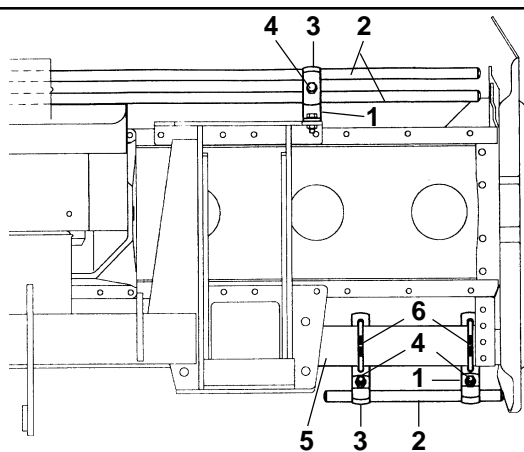

Fig. 4
- Il gruppo delle protezioni, composto dall'attacco (1 Fig. 4) che fa da fermo per i tubi (2 Fig. 4) bloccati dalla staffa (3 Fig. 4) e dalle viti (4 Fig. 4), è fissato al tubo quadro anteriore (5 Fig. 4) mediante i cavallotti (6 Fig. 4), e va posizionato uno a destra e uno a sinistra il più esternamente possibili.
- The protection unit, consisting of the coupling (1 Fig. 4) that acts as a clamp for the pipes (2 Fig. 4) locked by the bracket (3 Fig. 4) and by the screws (4 Fig. 4), is fixed to the square front pipe (5 Fig. 4) by the U-bolts (6 Fig. 4) and should be positioned as far outwards as possible, one on the right and the other on the left.
- Die Gruppe der Schutzvorrichtungen, die sich aus dem Anschluß (1 Abb. 4), der zur Arretierung für die Rohre (2 Abb. 4) dient, die durch den Bügel (3 Abb. 4) blockiert werden, und den Schrauben (4 Abb. 4) zusammensetzt, wird am vorderen Vierkantröhr (5 Abb. 4) mit den U-Bolzen (6 Abb. 4) befestigt. Eine davon ist rechts und eine links, so weit wie möglich außen anzubringen.
- Le groupe des protections, comprenant l'attelage (1 Fig. 4) qui sert de butée pour les tubes (2 Fig. 4) bloqués par la bride (3 Fig. 4) et par les vis (4 Fig. 4), est fixé au tube carré avant (5 Fig. 4) par des crampons (6 Fig. 4). Positionner une protection à droite et une à gauche, le plus possible à l'extérieur.
- Fig. 4) avec les vis des protections.
- El grupo de las protecciones, compuesto por la conexión (1 Fig. 4) que funciona como bloqueo de los tubos (2 Fig. 4) bloqueados a su vez por el soporte (3 Fig. 4) y por los tornillos (4 Fig. 4), está fijado en el tubo cuadrado anterior (5 Fig. 4) mediante los pernos de U (6 Fig. 4) y debe ser emplazado uno a la derecha y uno a la izquierda lo más externamente posible.